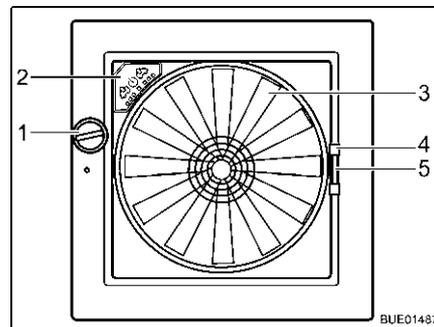

Fig. 115 Claraboya Omni-Vent
- Girar el botón giratorio (Fig. 115,1) hasta alcanzar el ángulo de apertura deseado.
- Girar el botón giratorio (Fig. 115,1) hasta que la claraboya esté completamente cerrada.
- Tirar del tirador (Fig. 115,4) de la protección contra insectos hacia el lado opuesto del marco.
- Comprimir el tirador (Fig. 115,5) del oscurecedor.
Ventilador Cuando la claraboya está abierta, el interior del vehículo se puede ventilar con el ventilador de 6 niveles (Fig. 115,3). El ventilador se maneja a través del cuadro de mando (Fig. 115,2).